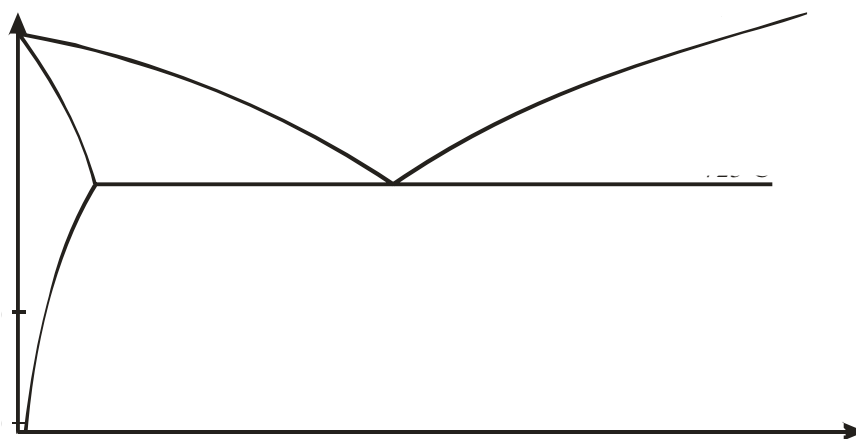

Abbildung 1: Fe-Fe₃C-Diagramm (Ausschnitt)
- b) Zeichnen Sie schematisch in das beigefügte Fe-Fe₃C-Diagramm (Abbildung 1) die Stabilitätsgrenze zwischen oberem und unterem Bainit ein! Ergänzen Sie außerdem relevante Hilfslinien und Temperaturen! (4,0 Punkte)